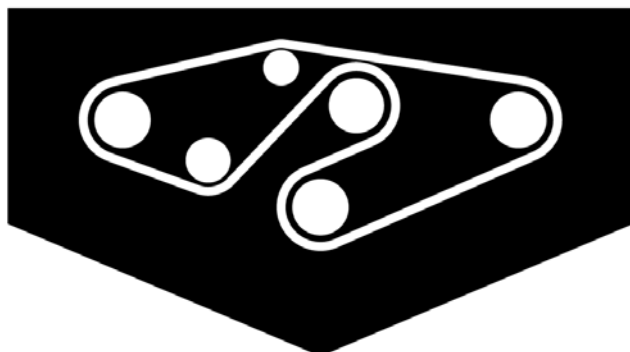

Figura 38
4. Montate la nuova cinghia attorno alle pulegge del perno e alla puleggia tendicinghia, come illustrato nella figura 38